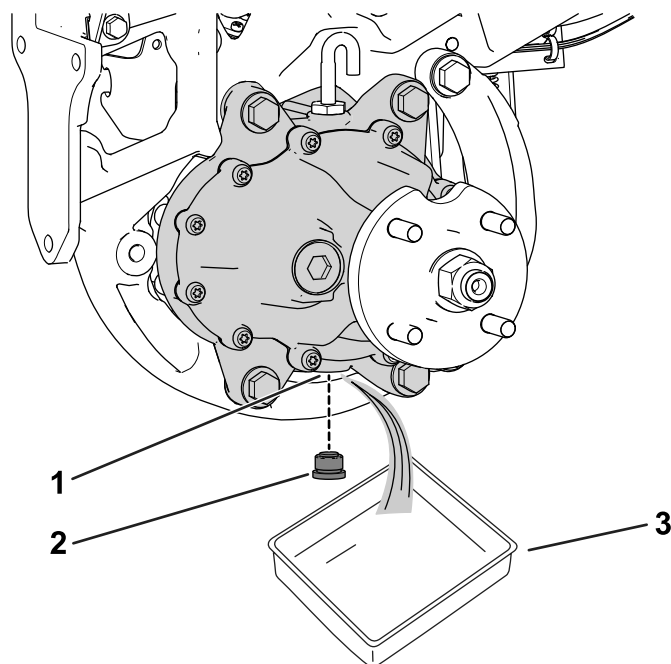

Figure 3
1. Placez un bac de vidange sous le moteur de roue (Figure 3).
2. Enlevez le bouchon de l'orifice de vidange (Figure 3).
4. Remettez le bouchon de vidange dans l'orifice de vidange (Figure 3).